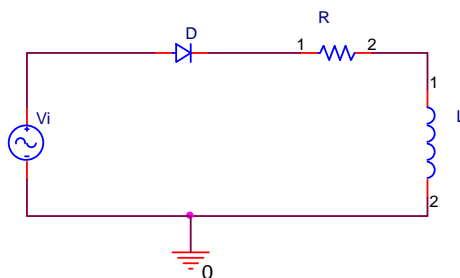
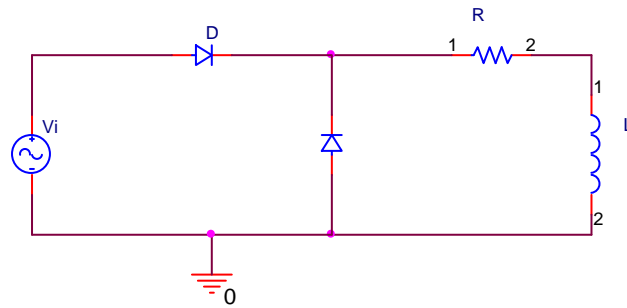
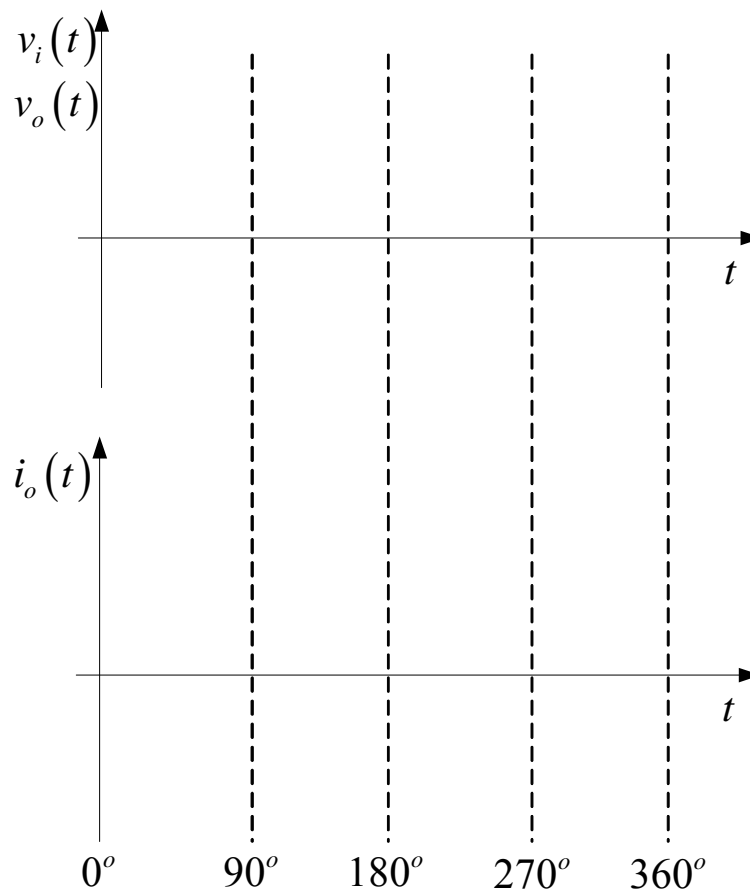

Figura 1 – Circuito para montagem (esquemático do kit no anexo 1).
Figura 2 – Circuito para montagem (esquemático do kit no anexo 2).
Figura 5 – Formas de onda do circuito da figura 1.
Monte o circuito mostrado na figura 1, inicialmente com carga resistiva, anotando os resultados na tabela 1. Em seguida altere a carga para RL e anote os resultados na mesma tabela.
Adicione ao circuito da figura 1 um diodo de roda-livre, conforme mostrado na figura 2 e anote os valores obtidos na tabela 2.
- a) Esboce as formas de onda para o circuito montado na figura 1. Para tanto utilize a figura 5.
- b) Explique as formas de onda observadas no osciloscópio quando o circuito da figura 1 foi ligado com carga RL.